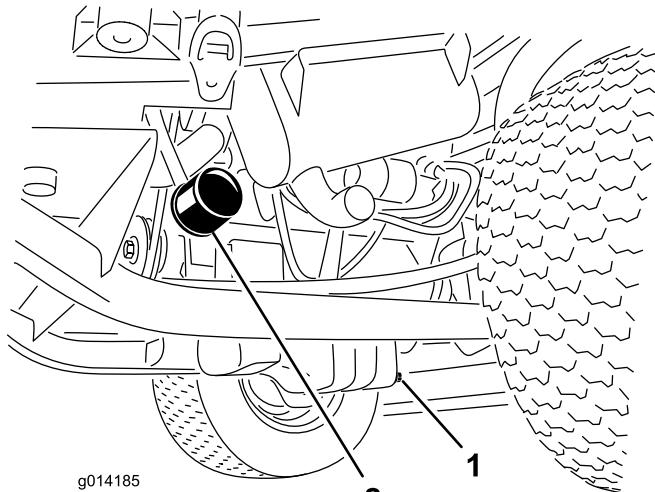

Figura 34
1. Retire o tampão de escoamento (Figura 34) e deixe o óleo escorrer para um recipiente adequado.
3. Retire o filtro do óleo (Figura 34).